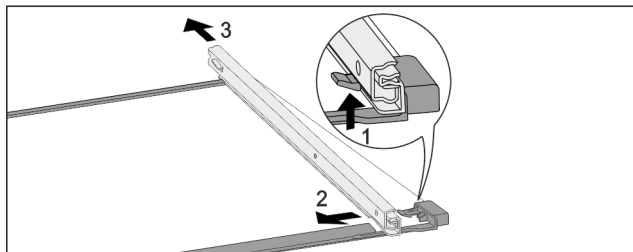

Fig. 235 Skleněná deska s kolejničkami
- Přední aretační háček zatlačte nahoru. Fig. 235 (1)
- Vysuvnou kolejničku vysuňte stranou Fig. 235 (2) a dozadu Fig. 235 (3).